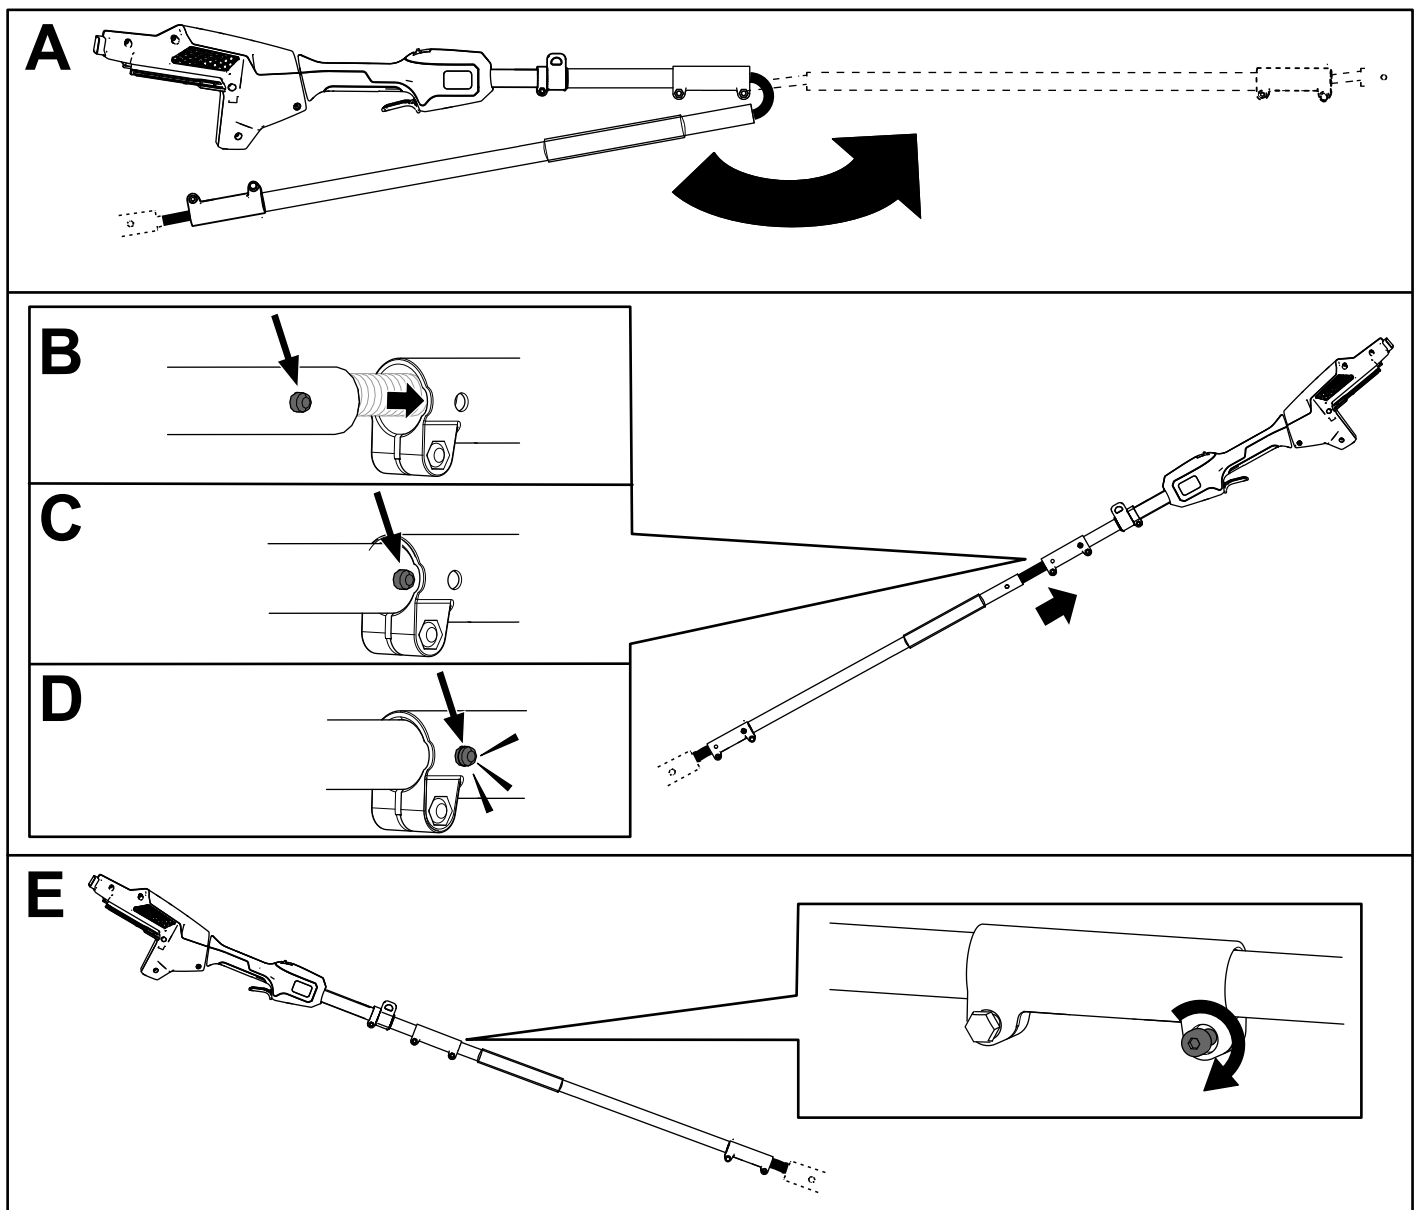

Figura 5
2. Alinhe o botão de bloqueio na secção do polo intermédio com o orifício ranhurado no final da secção do polo da pega e deslize os dois eixos juntos (Figura 5).
3. Utilize a chave fornecida para fixar estas duas secções do polo em conjunto (E de Figura 5).
4. Repita este procedimento para ligar a secção do polo da serra à secção do polo intermédio (Figura 5).